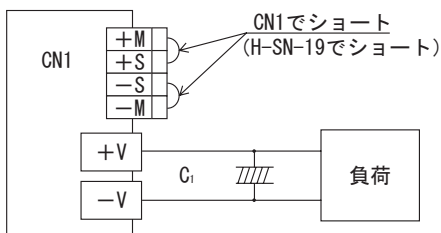
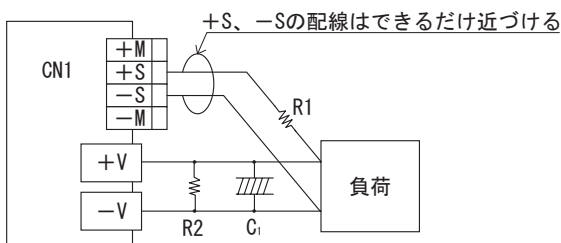

図 1.6 リモートセンシングを使用しない場合
図 1.7 リモートセンシングを使用する場合
■ リモートセンシングを使用する場合と使用しない場合の結線を図 1.6、図 1.7 に示します。
- ① 負荷線に接触不良（ねじのゆるみなど）が生じると、センシング線に負荷電流が流れ、電源内部回路が故障することがありますので結線には充分注意してください。
- ② 電源から負荷までの配線は、充分余裕のある太い電線を使用し、ラインドロップは 0.3V 以下でご使用ください。
- ③ センシング線が長くなる場合、C1、R1 をつけてください。
- ④ センシング線は、ツイストペア線またはシールド線を使用してください。
- ⑤ +M、-M、+S、-S 端子から電流を取り出さないでください。
- ⑥ 配線や負荷のインピーダンスによって、電源出力電圧に発振波形が発生したり、出力電圧の変動が大きくなる場合があります。出力電圧が不安定になった場合、以下の方法が有効です。